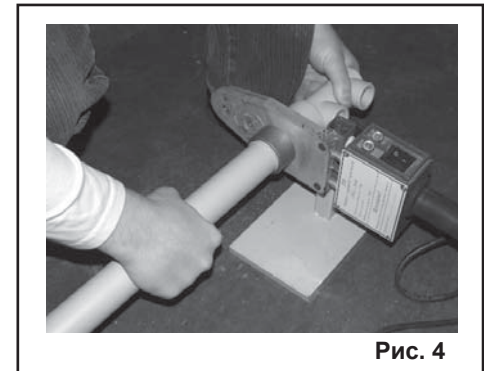

Рис. 4
10.4. Как показано на Рис.4, сначала установите фитинг, а затем, с минимальным разрывом по времени, установите конец трубы в соответствующие насадки. Плавно, без вращения, проталкивайте фитинг и трубу в насадку на глубину сварки, табл.2.